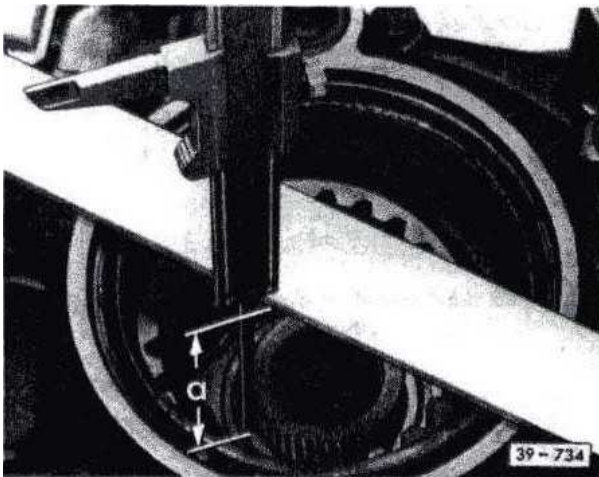

Abb. 11 Spiel messen
- Spiel mit Schieblehre messen (siehe Abb. 11)
- Maß „a“ wie in Abb. 11 messen